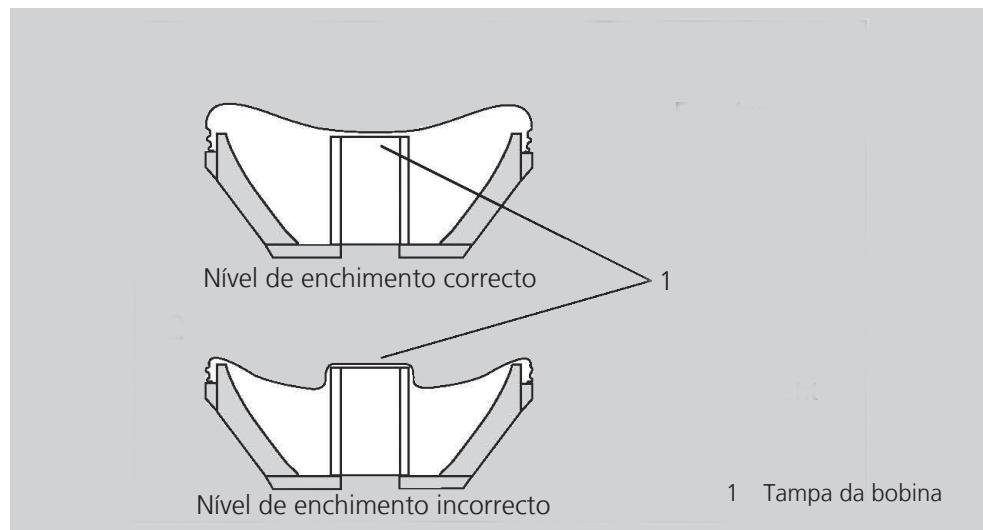

Figura 8-3 Determinação do nível de enchimento
- Retire o carril metálico da película (Figura 8-3/3).
- Verifique o coxim de acoplamento (Figura 8-3):